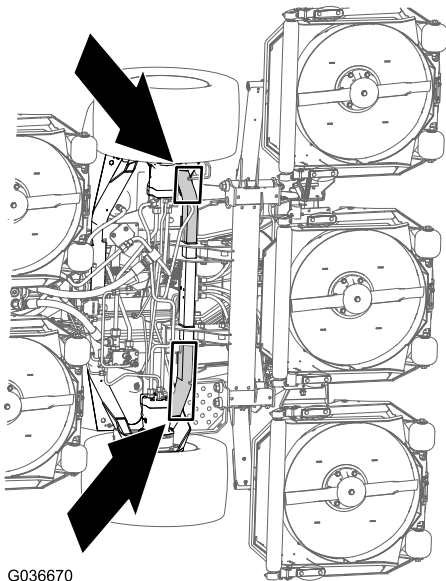

Figure 39
**Avant de la machine** – sur le cadre, devant les moteurs des roues motrices (Figure 39).